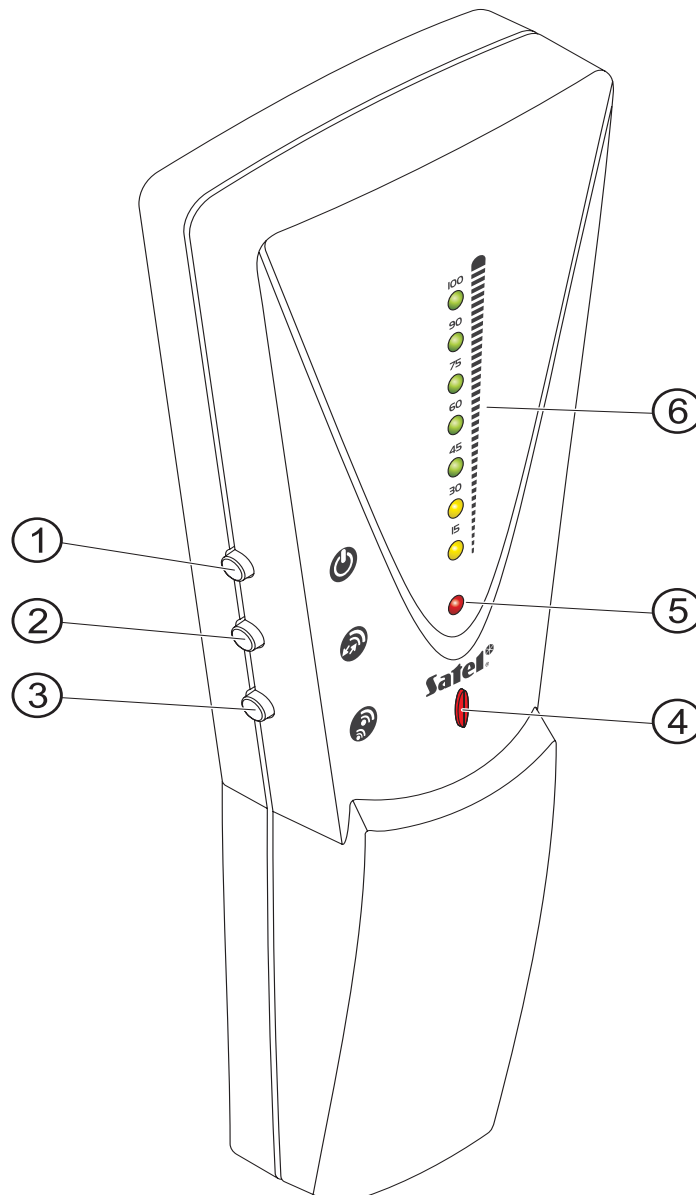

Fig. 1. Overzicht van de tester.
Uitleg van Fig. 1:
- 2 – **Knop** (getoond als ) **voor selecteren werkingmode van de LED indicator.** Nadat de tester is aangezet zal de LED indicator het signaalniveau tonen van het ontvangen signaal door de tester van de ACU-100 RF controller. Dit wordt aangegeven door continu rood licht van de LED (getoond in Fig. 1 met nummer 5). Druk op de knop om over te schakelen van displaymode om informatie te tonen over het signaalniveau ontvangen door de RF controller vanaf de tester (de rode LED start met knipperen). Druk nogmaals op de knop om te schakelen tussen de LED indicator display modes.
- 3 – **Knop** (getoond als ) **voor selectie voedingmode gesimuleerd door de tester van het draadloze apparaat.** De voedingmode heeft een impact op het radio signaalniveau van het apparaat. Wanneer ingeschakeld zal de tester de werking simuleren van het draadloze apparaat geleverd van de externe voedingsbron. Door het indrukken van de knop schakelt u de tester over in de mode voor simulatie van het batterij- geleverde draadloze apparaat. Deze mode wordt aangegeven door een rood licht van de LED getoond in Fig. 1 met nummer 4. Als de signaalniveau indicator LEDs aan zijn, gaan deze uit en gaan alleen weer aan gedurende de volgende responsetijd, al dan wordt er een up to date signaalniveau getoond. In deze mode zal het licht van de LEDs zijn gedimd. Druk nogmaals op de knop om de tester over te laten schakelen naar de simulatiemode van het draadloze apparaat gevoed door een externe voedingen. Indien u de knop indrukt voor meer dan 3 seconden, zal de tester in **dichtheid pollingmode** en blijft daarin staan zolang de knop ingedrukt blijft. In de dichtheid pollingmode, zal de informatie over het radio signaalniveau iedere 2 seconden worden ververs. Op het moment van het updaten van de radio signaalniveau data genereert de tester 2 korte tonen.